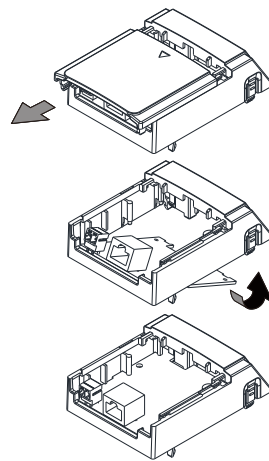

图 8-15
2. 组装配件卡：以滑动的方式将配件卡安装盒上盖从配件卡安装盒上取下，将配件卡的端子台及接头朝上，将配件卡前缘固定在卡槽后，如图 8-15 的箭头方向，往上压入扣紧以组装配件卡。